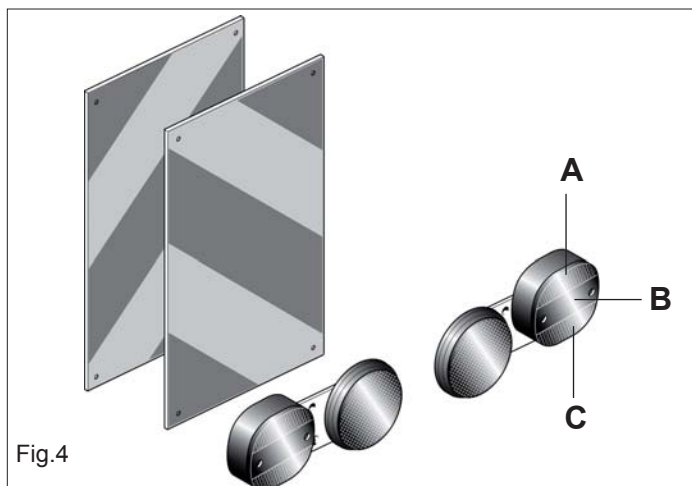

Fig.4
- 8) Dacă utilajele pe care le transportați împiedică vizibilitatea dispozitivelor și semnalelor de gabarit sau sistemul de iluminare al tractorului, acestea vor fi puse și pe utilaje, conform regulilor de circulație naționale în vigoare. Asigurați-vă că instalația de semnalizare a utilajului funcționează. Vă reamintim că dotarea corectă cu faruri a unui astfel de utilaj prevede (Fig.4):